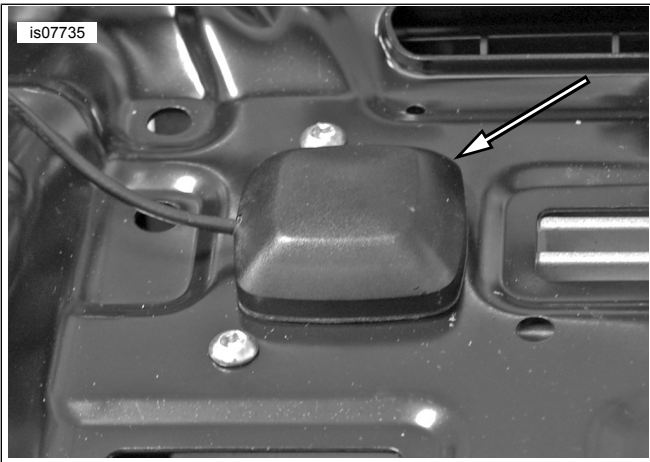

Figura 3. Remoção da antena
4. Ver Figura 3 . Caso existam, desprender as antenas XM/NAV do suporte de apoio do rádio e colocar de lado.